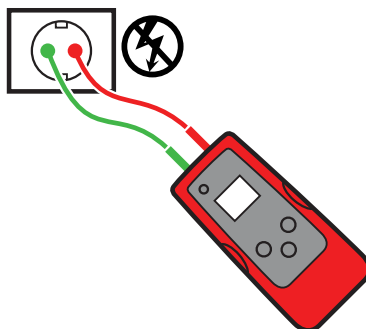

Figura 3.5a
3. Collegare i cavetti rosso e verde ai cavi Linea e Neutro dello stesso ricettacolo o cavo (vedi figura 3.5a).\*